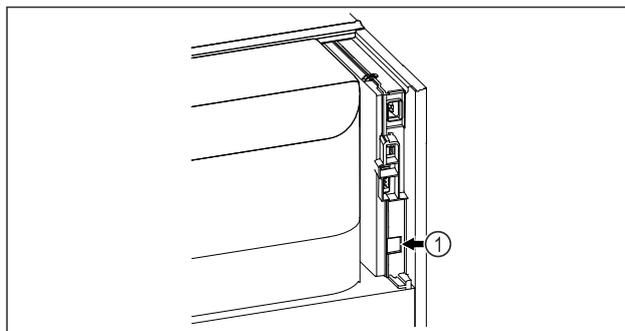

Fig. 129
- Le SmartModule Fig. 129 (1) est installé.